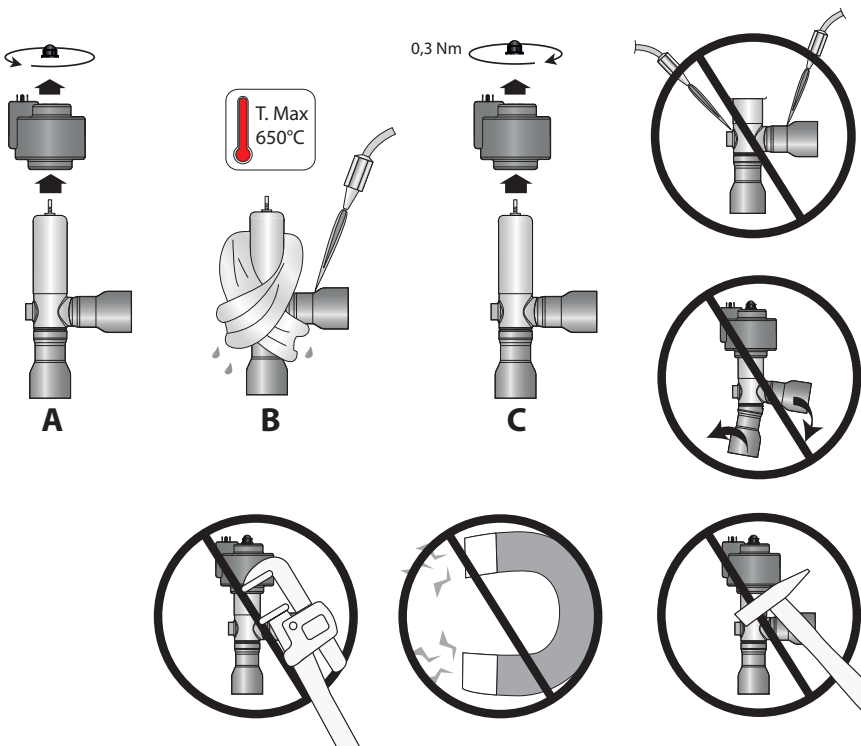

Fig. 2
Le valvole E4V devono essere saldate al circuito mediante brasatura dei raccordi in rame ai tubi di uscita condensatore (IN) e d'ingresso evaporatore (OUT). Seguire la successione indicata in Fig. 2 procedendo in questo modo:
The E4V valves must be joined to the circuit by braze welding the copper fittings to the condenser outlet (IN) and evaporator inlet pipes (OUT). Proceed as indicated in Fig. 2.